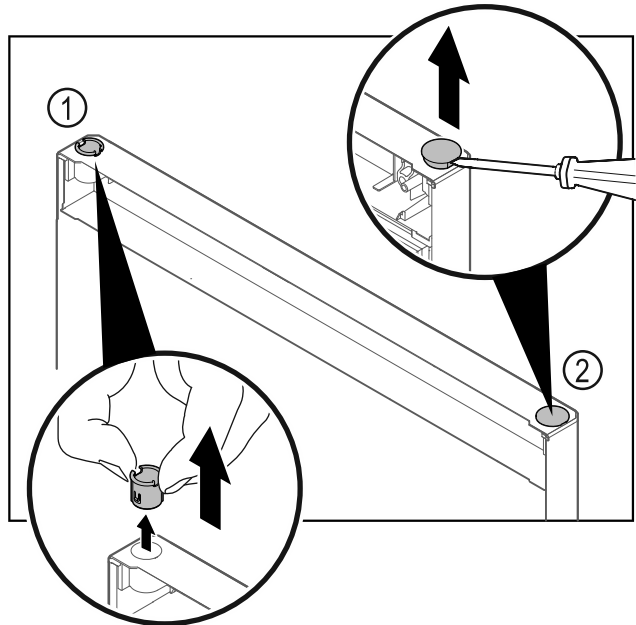

Fig. 17
- Scharnierbuchse Fig. 17 (1) mit den Fingern herausziehen.
- Abdeckstopfen Fig. 17 (2) vorsichtig mit einem Schlitzschraubendreher anheben und herausziehen.